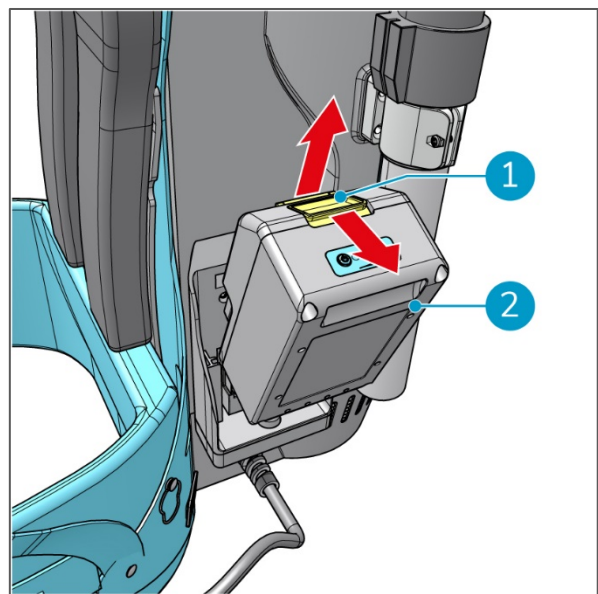

Figure 20
1. Appuyez sur le bouton jaune de la batterie (Figure 20, pos. 1) pour le déverrouiller.
2. Retirez la batterie (Figure 20, pos. 2).